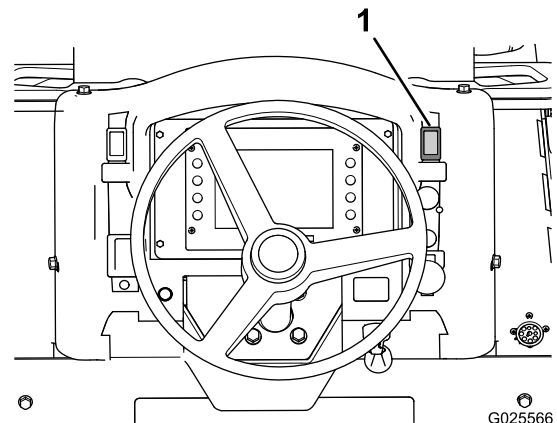

Figure 39
1. Poussez la commande du frein de stationnement (Figure 39) vers le haut pour serrer le frein.